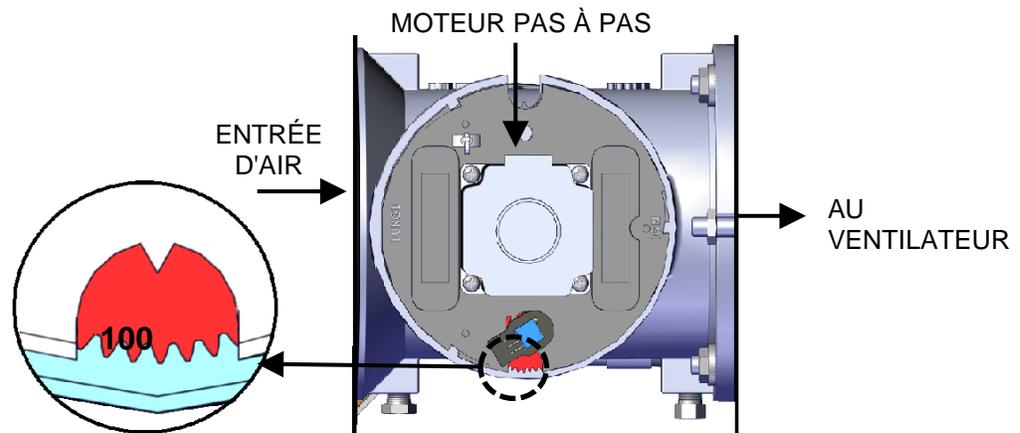

Figure 3-2a : Soupape air/carburant BMK750 et 1000 en position de purge
- b. La soupape air/carburant tourne en position de purge complètement ouverte et ferme l'interrupteur de position de purge. Le cadran de la soupape air/carburant (figures 3-2a et 3-2b) indiquera **100** pour indiquer qu'il est complètement ouvert (100%).